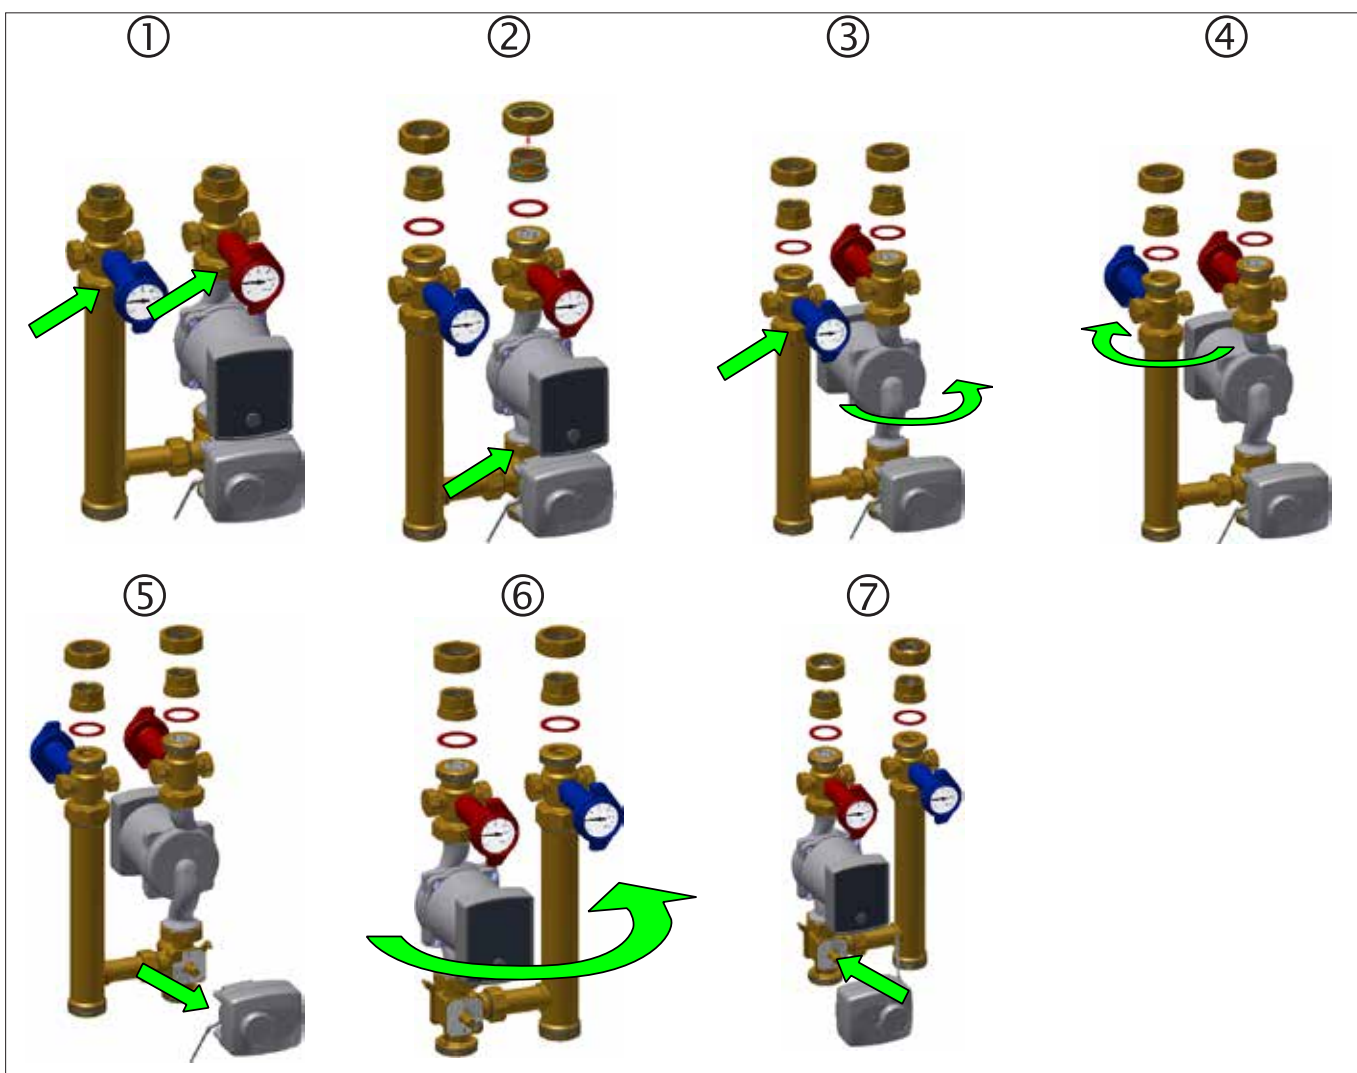

Рис. 11: Перестановка подающего и обратного патрубка насосного модуля
- Установить сервомотор (поз. В, рис. 11 на стр. 14).